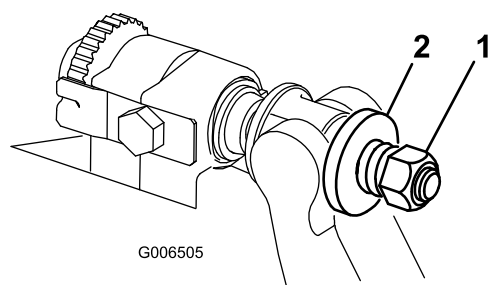

图27
4. 旋紧弹簧加压螺母，直到弹簧完全压紧，然后往回松开 $1/2$ 圈（图27）。